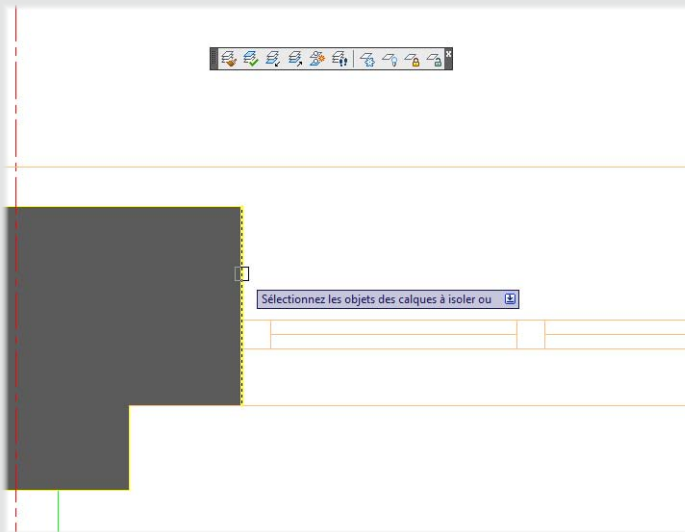

Figure 8
2. Nous choisissons le calque à isoler (voir Figure 8). Ici, nous voulons mettre en avant la partie porteuse, les murs, afin de comprendre comment ils ont été représentés.